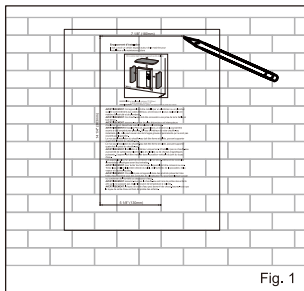

Fig. 1
1. Marquez les positions des trous de montage sur le mur comme le montre le modèle d'installation (Fig.1).